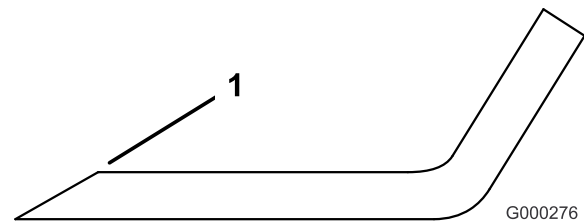

Bild 32
3. Prüfen Sie die Schnittkanten der Messer. Schärfen sie, wenn die Kanten stumpf sind oder Kerben haben. Schärfen Sie nur die Oberseite der Schnittkanten und behalten dabei den ursprünglichen Schnittwinkel bei, um die Schärfe des Messers zu gewährleisten (Bild 32). Das Schnittmesser behält seine Auswuchtung bei, wenn von beiden Schnittkanten die gleiche Materialmenge entfernt wird.